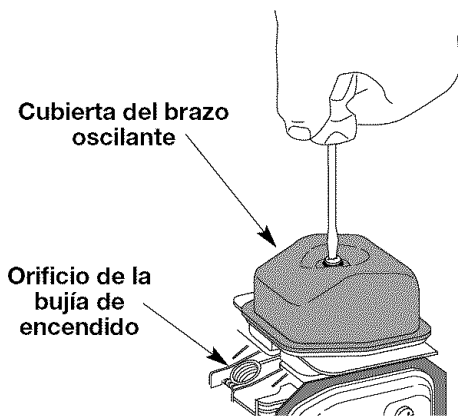

Fig. 25
- Limpie la suciedad de alrededor de la cubierta del brazo oscilante. Saque el tornillo que sostiene la cubierta del brazo oscilante con un destornillador grande de vástago plano o con una broca Torx T-25 (Fig. 25). Saque la cubierta y la junta del brazo oscilante.